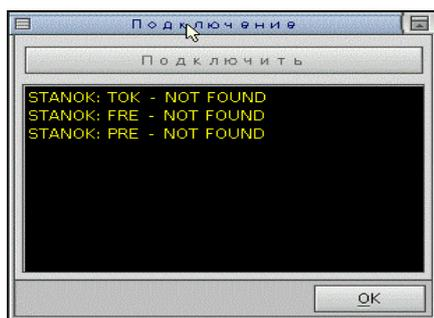

Рис.8.
3. Проанализировать сообщения в окне терминала подключения модулей (рис.8).